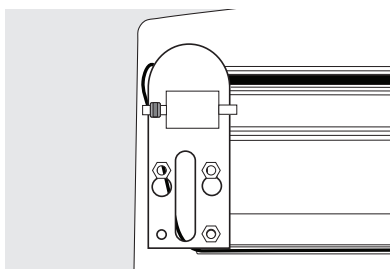

Figura 7
18. Quite la bisagra inferior izquierda usando una llave de 5/16" (8 mm) e instálela del lado derecho. Figura 7.